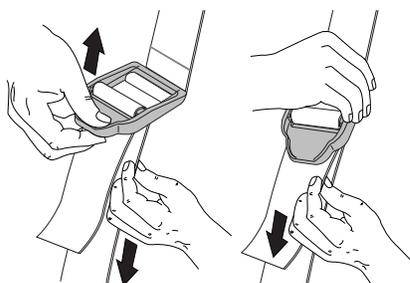

Fig. 7
4. Réglez la longueur en fonction de la taille de l'opérateur. Tirez la languette pour rallonger ou tirez la bande pour raccourcir (Fig. 7).